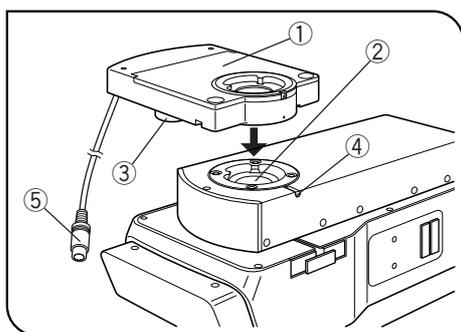

図 3
電動アナライザMX-ANMの取付け(図3)
- 1) 電動アナライザMX-ANM①をオートフォーカスユニットU-AFA2M鏡筒取付部②または顕微鏡の鏡筒取付部にモータ部③が正面から見て左側になる(図3状態)ように取付け、固定ねじ④を仮止めします。(次項のクロスニコル調整のため)
- 2) 電動アナライザMX-ANMの接続ケーブルコネクタ⑤をコントロールボックスBX-UCBのFW2表示のコネクタに接続します。